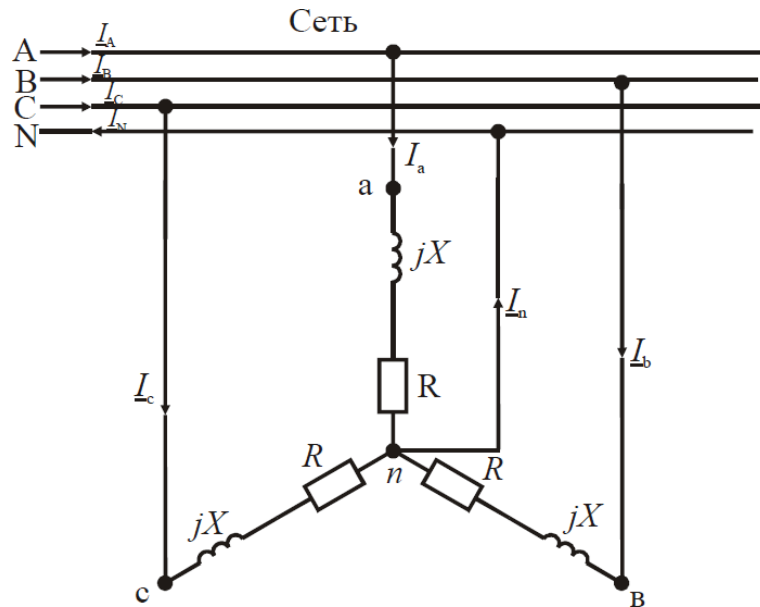

Рис. 4
**Задача 5.** В трехфазную четырехпроводную сеть с линейным напряжением  $U = 380$  В включены по схеме звезда осветительные лампы ДРЛ с параметрами  $R, X$  в каждой фазе. Параметры  $R, X$ , приведены в таблице 5. Электрическая схема замещения показана на рис. 4. Определить фазные токи потребителей. Построить в масштабе векторную диаграмму токов и напряжений.